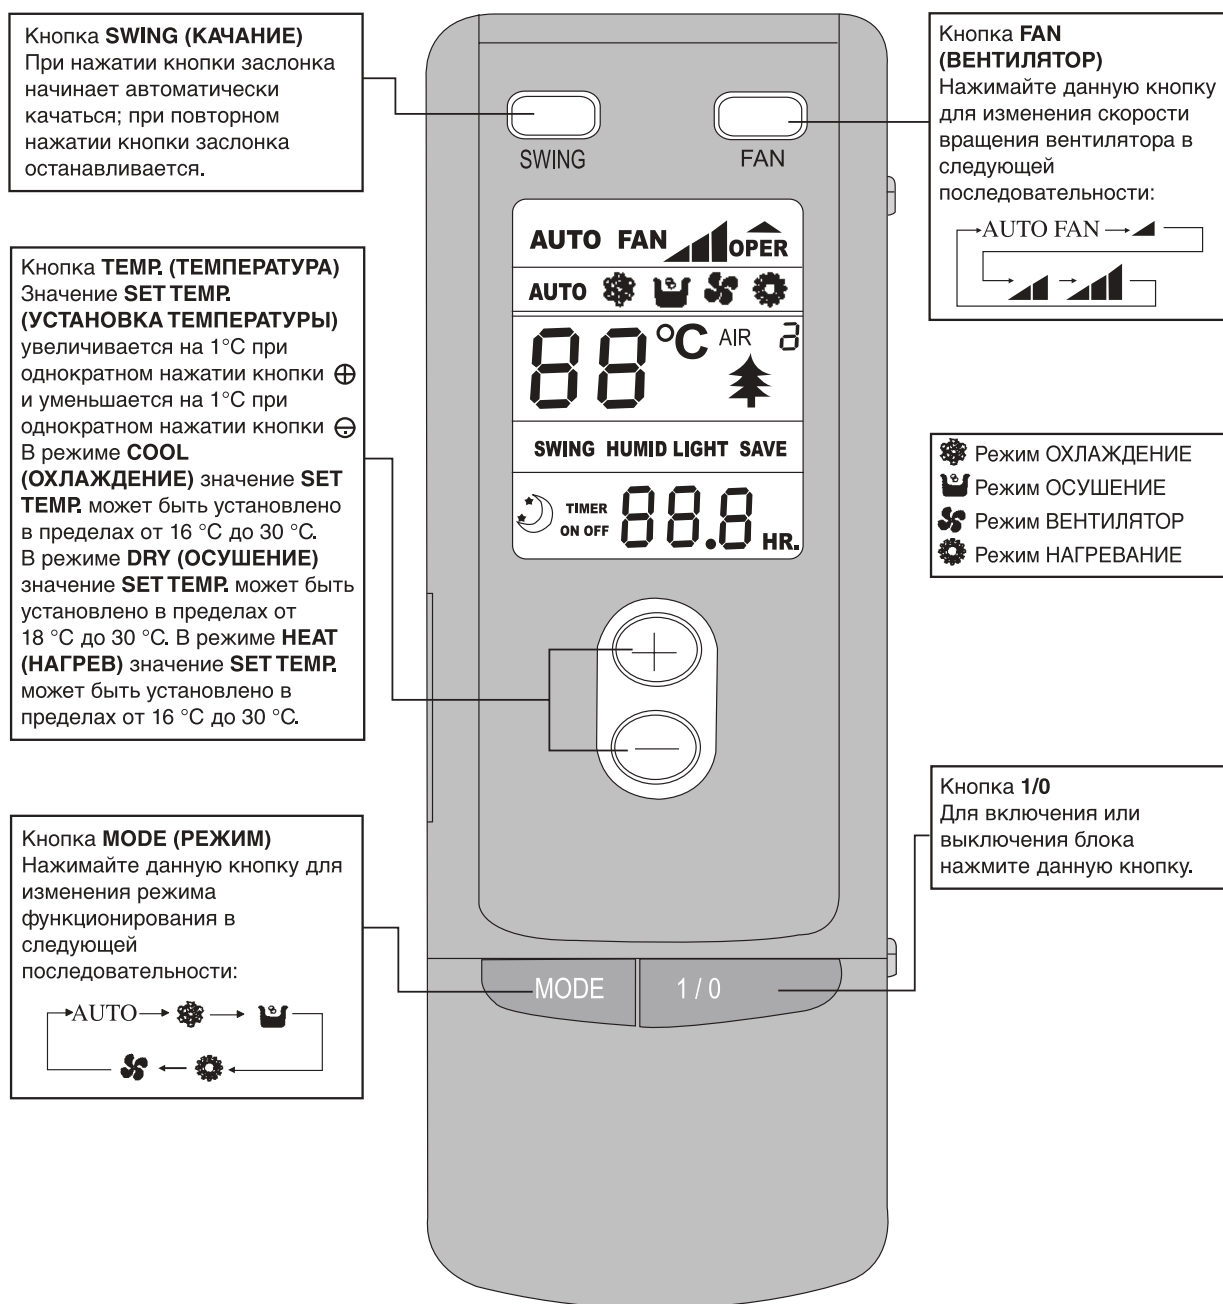

Рис. 7.6
7.5.1 Инфракрасный пульт управления Y-512 (рис. 7.6).